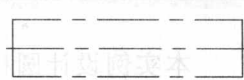

图 1-9 修剪处理
(9) 执行 **TRIM** 命令，选择左侧垂直线，对图形进行修剪；重复执行 **TRIM** 命令，对其余各边进行修剪，效果如图 1-9 所示。